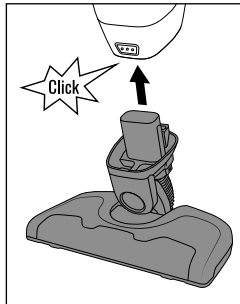

Fig. 2
- ◆ Insérez l'unité moteur ⑧ dans la buse de sol ⑭ jusqu'à ce qu'elle s'enclenche audiblement (voir fig. 2).